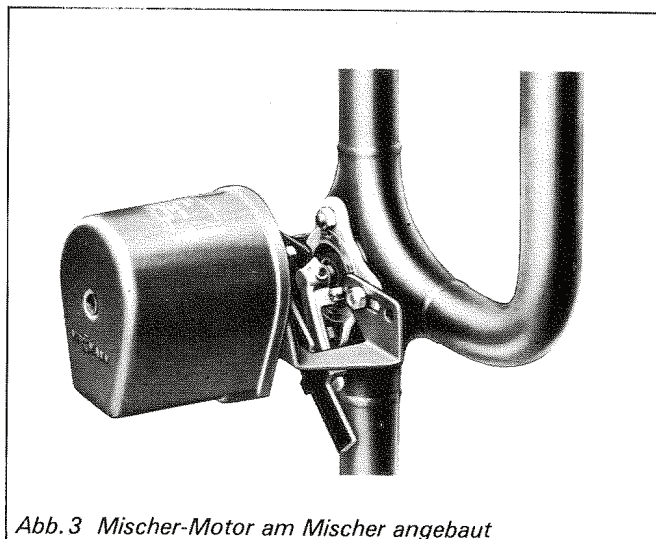

Abb. 3 Mischer-Motor am Mischer angebaut
2. Mischer-Motor mit Konsole auf die beiden Gewindebolzen schieben (Abb.3).